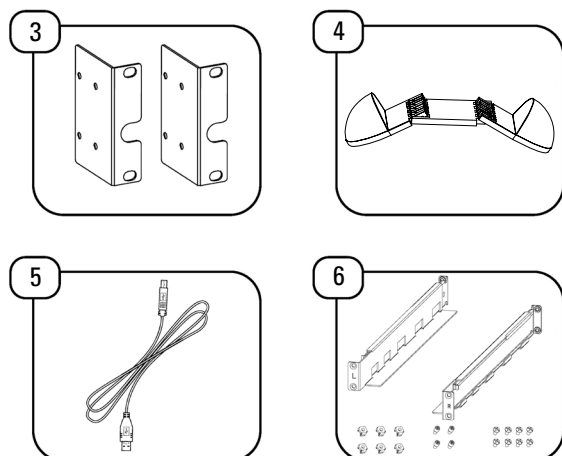

Fig. 5. Contenu de l'emballage du module de batterie.
- Procédez de la manière suivante (voir Fig. 5) :